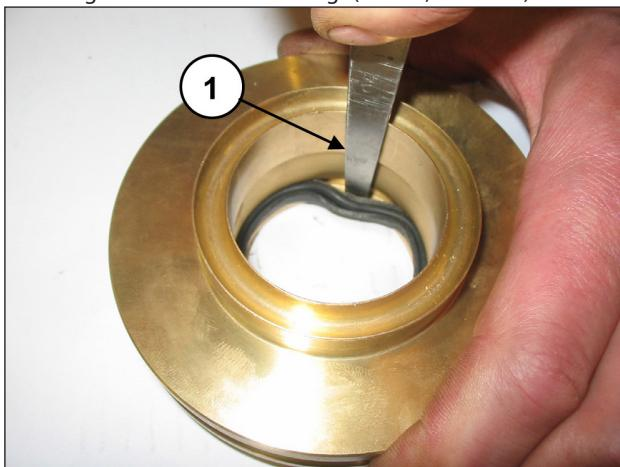

Abb. 123
Zur Abnahme der ND-Dichtung müssen Sie eine Führerlehre oder ein ähnliches Werkzeug verwenden, das den Sitz des Dichtungshalters nicht beschädigt (Pos. ①, Abb. 123).